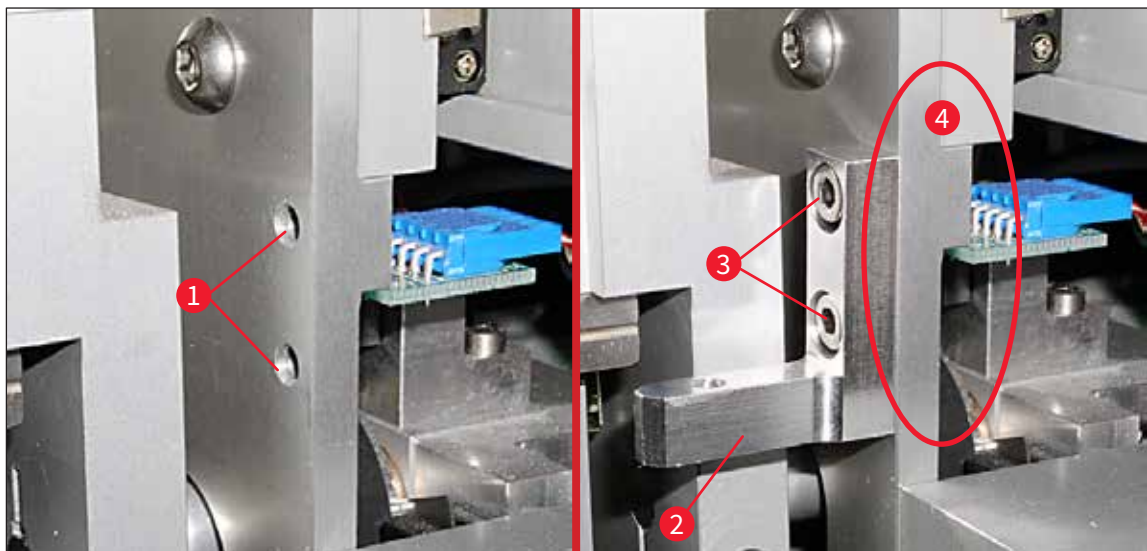

图 21
2. 首先, 用两个螺丝 (→ 图 21-3) 将安装托架 (→ 图 21-2) 固定在机箱壁 (→ 图 21-4) 的孔 (→ 图 21-1) 中。确保安装托架和机箱壁的边缘平行 (椭圆框, (→ 图 21))。
2. 如果样品载玻片的边缘触碰到刷架盖, 可松开机箱壁上的螺丝 (→ 图 21-3) 进行微调 (→ 图 21)。为此, 要利用孔中的间隙。